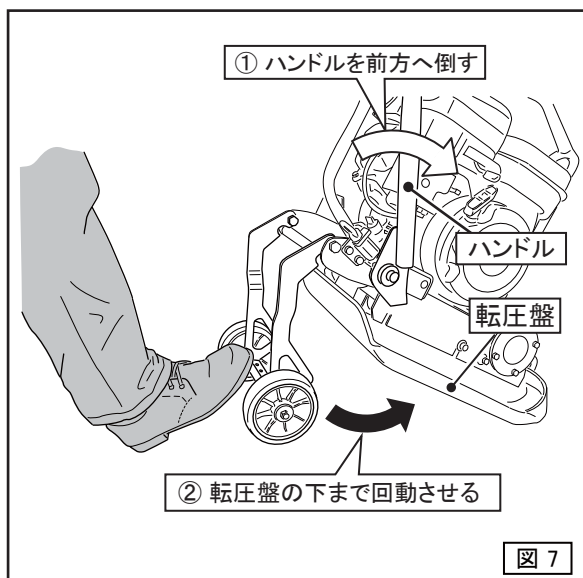

図 7
4. ハンドルを前方に倒し、転圧盤の後端を浮かし、車軸を転圧盤の下に、車軸のアームが転圧盤に接するまで回転させます。(図7)